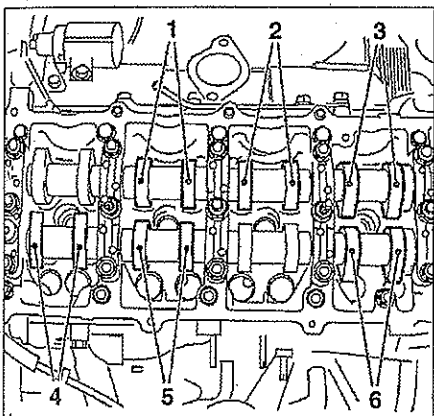

FIG. 15
- Girar el cigüeñal 180° en el sentido de rotación del motor, comprobar ambas (6) y (2) (fig. 15).
- Girar el cigüeñal 180° en el sentido de rotación del motor, comprobar ambas (5) y (3).
- Girar el cigüeñal 180° en el sentido de rotación del motor, comprobar ambas (4) y (1).